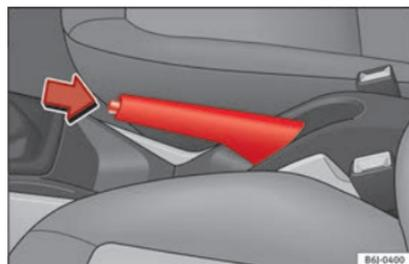

Fig. 132 Frein à main entre les sièges avant.
– Serrez le frein à main à fond en tirant le levier vers le haut » fig. 132.
– Soulevez légèrement le levier du frein à main, appuyez sur le bouton de déblocage dans le sens de la flèche » fig. 132 et abaissez le levier au maximum » △.